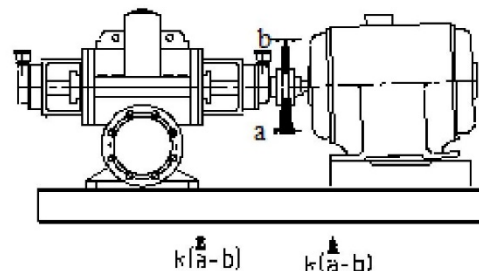
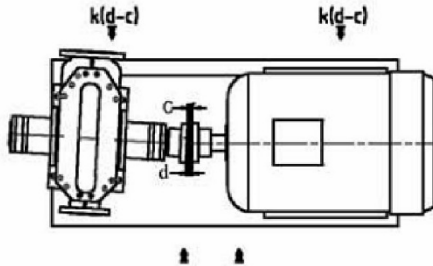

Рис. 7: Угловая погрешность в вертикальной плоскости и коррекция
Рис. 9: Угловая погрешность в горизонтальной плоскости и коррекция
2. Угловая погрешность (Рис. 7 - Рис. 9)